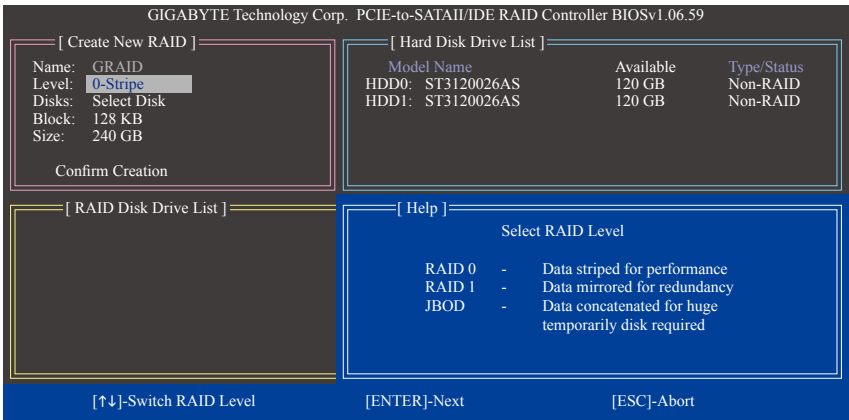

图5
请在「Create New RAID」区依序设置制作磁盘阵列所需的数据。(图5)
2. 选择要制作的磁盘阵列模式(Level): 以<↑>或<↓>键选择要制作的磁盘阵列模式，选项有 RAID 0 (Stripe)、RAID 1 (Mirror)及JBOD (图5)。完成后按<Enter>键移到下一步骤。